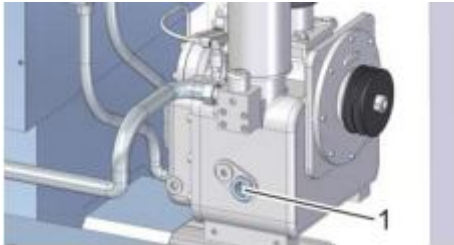

Рис. 28: Смотровое стекло
1. Подключите сжатый воздух к специальному патрубкам (Рис. 28/1) в соответствии с техническими параметрами (☞ Раздел 3 «Технические характеристики» на стр. 28).
3. ➔ Проверить смотровое стекло (Рис. 28/1) на предмет полного увлажнения.